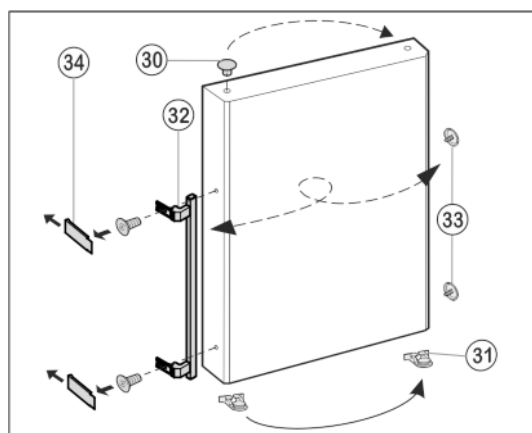

Fig. 12
- ▶ Scoateți dopul Fig. 12 (30) din bucașa suport a ușii și introduceți-l în partea opusă.
- ▶ Demontați mânerul ușii Fig. 12 (32), dopul Fig. 12 (33) și plăcile de presare Fig. 12 (34) și așezați-le pe partea opusă.